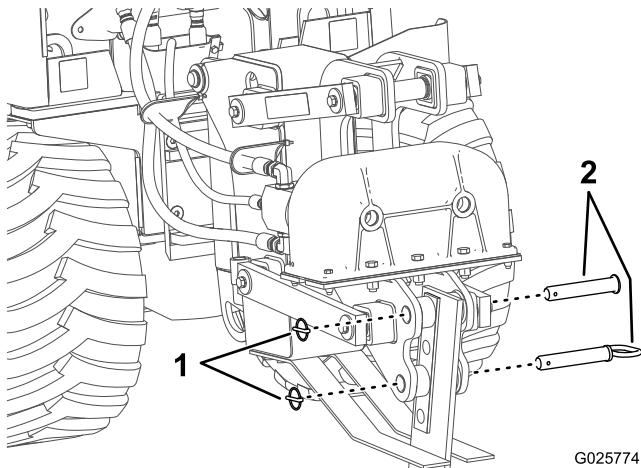

Figura 17
- Abra las 2 anillas de retención circulares y retire el pasador de anilla (Figura 17).